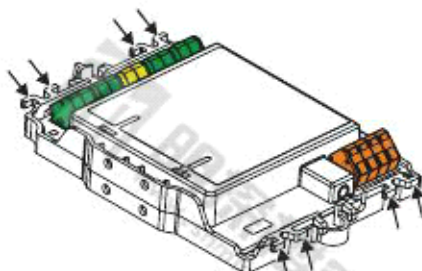

图 10
2. 用线夹 (最大宽度 2.6mm) 将线缆固定 (图 10)。